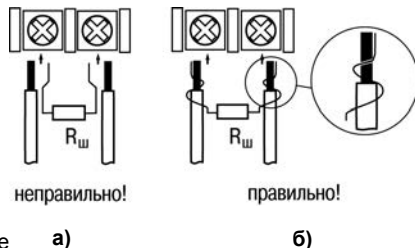

Рисунок 6.1
- 2 Подключение преобразователей с выходом в виде тока ($0 \dots 5,0$ мА, $0 \dots 20,0$ мА или $4,0 \dots 20,0$ мА) – только после установки шунтирующего резистора сопротивлением $50,0$ Ом (допуск не более $0,1\%$), подключение которого необходимо производить в соответствии с рис. 6.1,б, т.е. вывод резистора должен заводиться с той же стороны винтовой клеммы, что и провод от датчика. При использовании провода сечением более $0,35$ мм конец провода и вывод резистора необходимо скручивать или спаять.